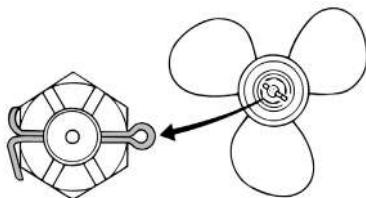

Рис. 60 Шплинт фиксации гайки
- Используя пассатижи или аналогичный инструмент выпрямите концы шплинта и вытяните шплинт из вала гребного винта (Рис. 60).
- Зафиксируйте гайку гребного винта с помощью шплинта 6 (Рис. 60), концы шплинта разогните.